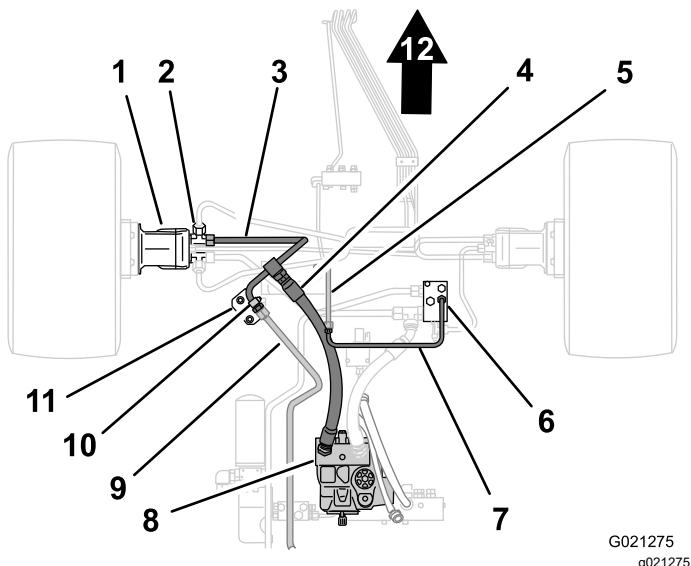
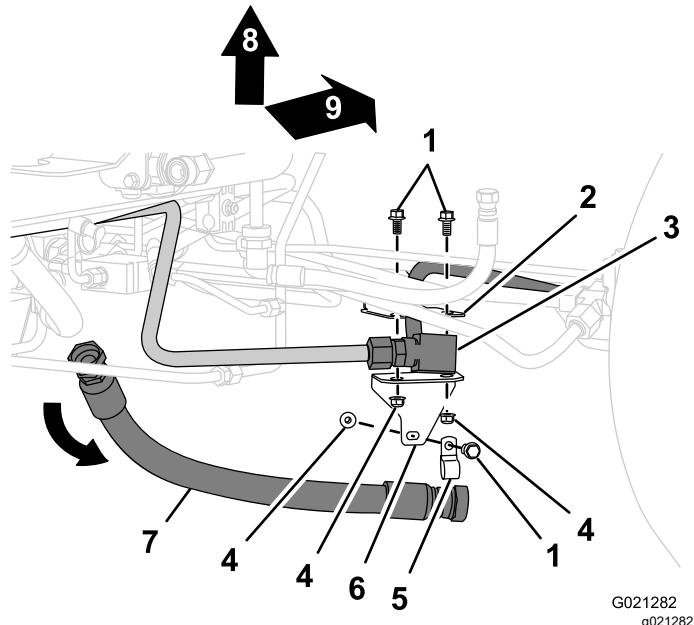

図2
図3
1. 高圧側ホースの前側端部に合わせてオイル回収容器を置く図2。
2. 高圧側ホースの前側端部をデバイダチューブから外し、ホースとチューブから抜けてくる油圧オイルを容器に回収する図3。
3. 高圧側ホースの後側端部を油圧ポンプのフィッティングから外し、高圧側ホースを取り外す図2と図3を参照。
2. 後走行マニホールドのフィッティングから出ているクロスチューブのチューブナットを取り外す図2または図3。
3. クロスチューブのフィッティングから出ているフィルタチューブのチューブナットを取り外して、クロスチューブを取り外す図2または図3。
1. デバイダチューブをチューブブラケットに固定しているボルトとナットを外してクランプを取り外す 図3または図2。
2. チューブブラケットをシャーシブラケットに固定しているボルト2本とナット2個を取り外す 図3または図2。
2. 左前走行モータのT字フィッティングデバイダチューブのチューブナットを取り外して、機体からチューブを取り外す 図2または図3。